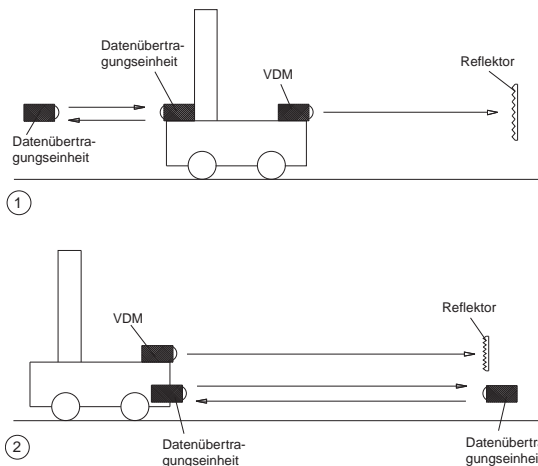

Bild 5.2: Anordnung der Geräte
1. Grundsätzlich empfehlen wir eine Anordnung wie in Bild 5.2 (1) gezeigt. Datenübertragung und Entfernungsmessung finden auf zwei verschiedenen Seiten des Fahrzeuges statt. Dabei sollte dafür gesorgt werden, dass die Datenlichtschranke links im Bild kein Streulicht vom Reflektor des VDM erhält. In den meisten Fällen ist dies kein Problem, da das Fahrzeug das Streulicht abschattet. Daher ist diese Anordnung der Geräte zu bevorzugen.
2. Finden Datenübertragung und Entfernungsmessung auf einer Seite des Fahrzeuges wie in (2) statt, kann es bei ungenügendem seitlichen Abstand zu einer Beeinflussung der Datenübertragung kommen, da der Folienreflektor den scharf gebündelten Laserstrahl unter einem größeren Streuwinkel reflektiert und ein Teil des reflektierten Lichtes in die Empfangsoptik der Datenlichtschranke gelangt.